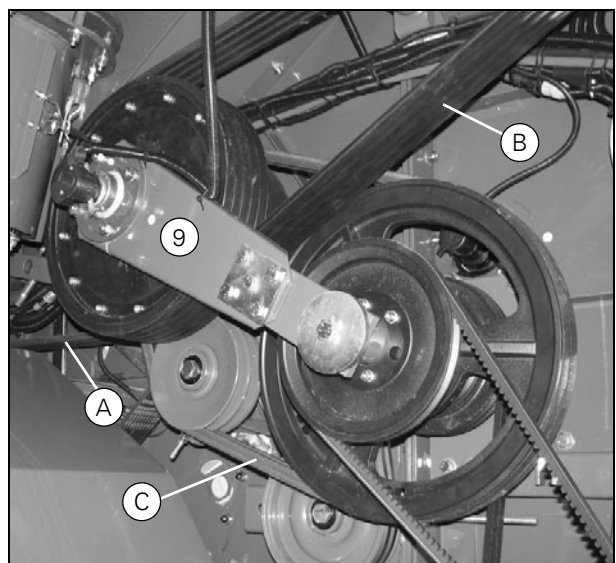

Рисунок 42
- При установке опорного кронштейна (9) (Рис. 42), пропустите провод через подшипник по канавке вала до установки запорного кольца на подшипник.